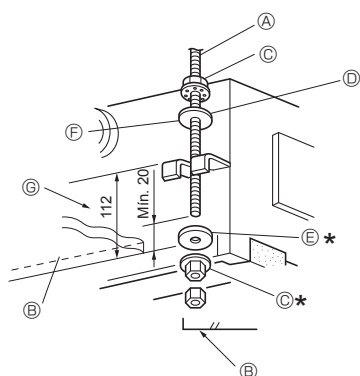

Fig. 2-7
1. Enrosque progresivamente las arandelas ① ② (suministradas) y sus respectivas tuercas (adquiridas localmente) en el perno de suspensión. (Fig. 2-7)
* Realice esta operación en el siguiente orden (desde la parte superior): tuerca, arandela con aislante ②, arandela sin aislante ①, 2 tuercas.
* Coloque la arandela aislante ② con la superficie aislante hacia abajo, tal y como se indica en la figura.
2. Levante la unidad en su ubicación y alinéela adecuadamente con el perno de suspensión. Pase la ménsula entre las arandelas ① y ②, ya colocadas y fíjela. Realice el mismo procedimiento en las cuatro ubicaciones.
① Perno de suspensión (3/8" o M10)
② Superficie del techo
③ Tuerca (3/8" o M10)
④ Arandela ② (con aislante)
⑤ Arandela ①